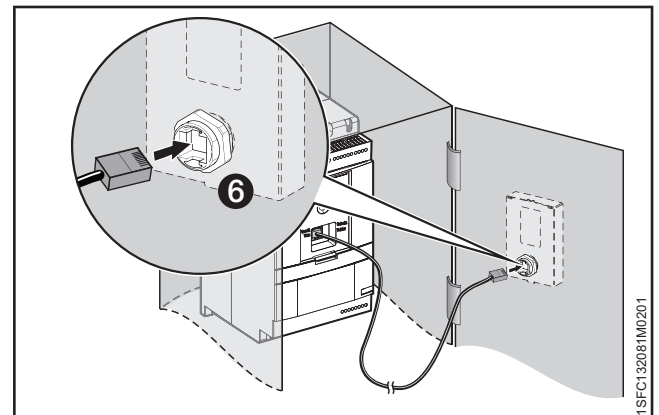

Abbildung 4.11
4. Schließen Sie das andere Ende des Netzwerkkabels an den Netzwerkanschluss an der Rückseite des beweglichen Displays an. Siehe **6** in **Abbildung 4.11**.